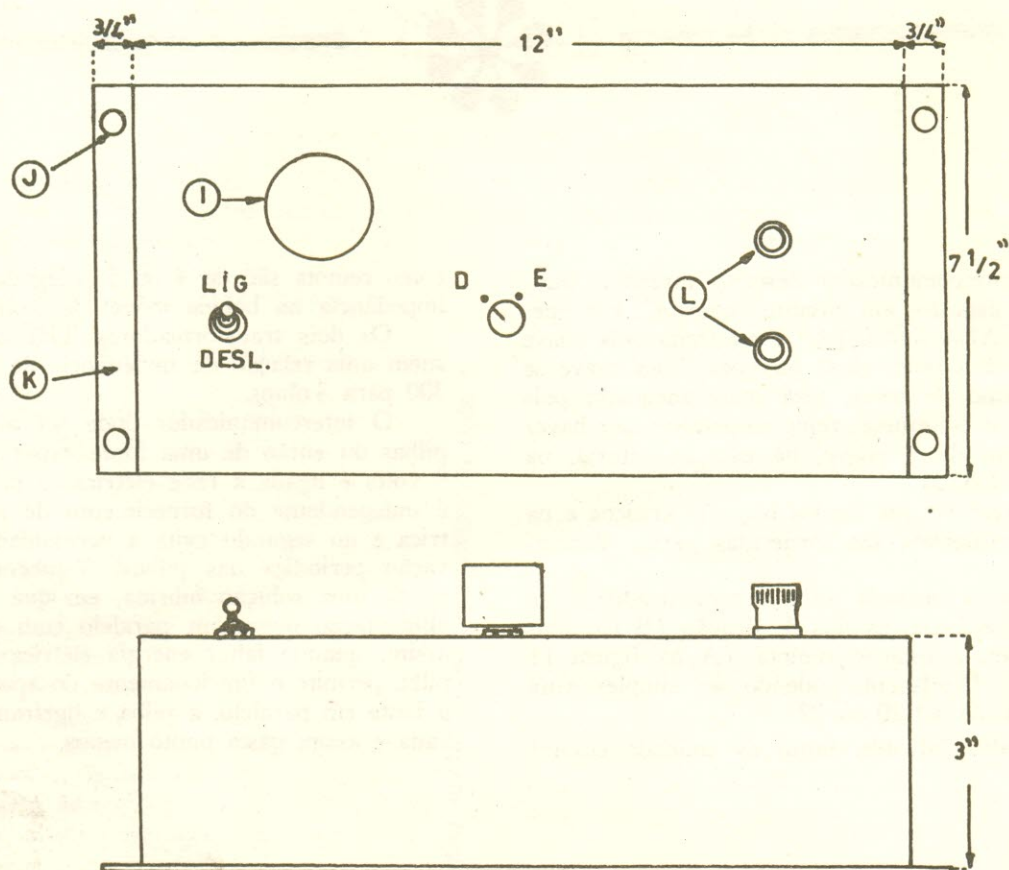

Figura 3- Disposição mecânica dos componentes na caixa e dimensões da mesma.
Todo o conjunto da estação central foi instalado em uma caixa de 12" x 7 1/2" x 3" e a disposição da chave CH3, alto falante, CH2 e terminais para ligação de (A) podem ser apreciados na figura 3.